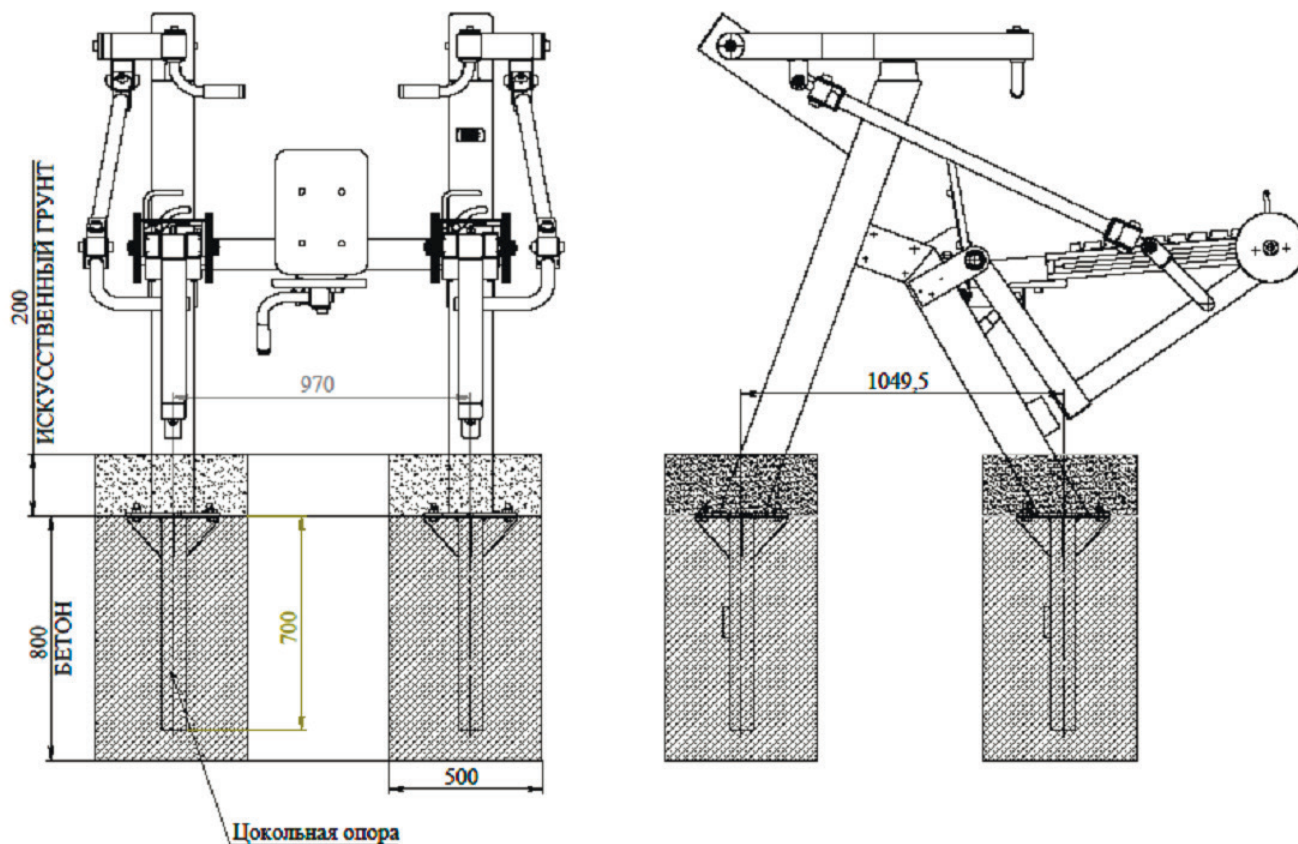

Рис.2
- верх фундамента должен располагаться на глубине не менее чем на 200 мм от поверхности покрытия площадки, как это изображено на рисунке рис.2